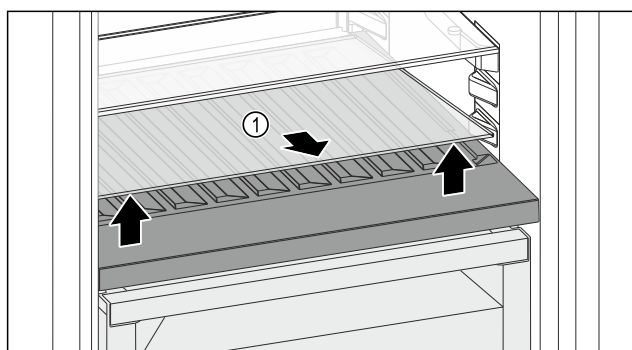

Fig. 152
- Skleněnou desku Fig. 152 (1) zvedněte za vybrání vpředu a vyjměte ji.
- Skleněnou desku Fig. 152 (1) uložte bezpečně mimo spotřebič.
- Skleněnou desku (2) vložte pod variabilní přihrádku na láhve.